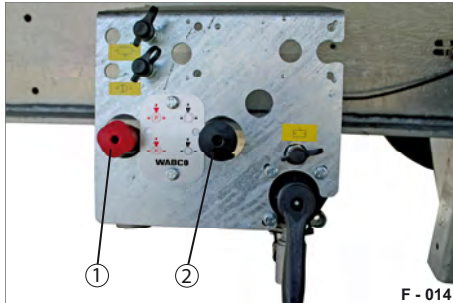

Abb. 20 Bedienkonsole
- ▶ Ziehen Sie die Federspeicher-Feststellbremse (Abb. 20/1).
- ▶ Drücken Sie Federspeicher-Feststellbremse (Abb. 20/1).